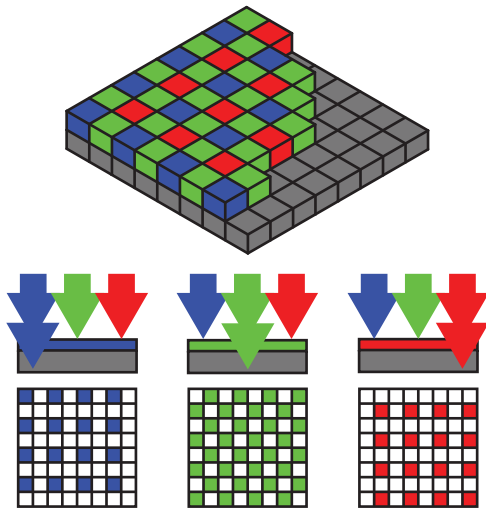

Bild 3.4
Eine Kamera besteht aus Millionen dieser Lichtsensoren. Normalerweise wird die Farbe in einem Kamerabild durch drei Werte dargestellt, nämlich rot (R), grün (G) und blau (B). Daher wird eine Kamera allgemein als RGB-Kamera bezeichnet. Die Sensoren auf der Sensoroberfläche sind nicht empfindlich für die Farbe des auf sie auftreffenden Lichts; sie sind nur für die Lichtintensität empfindlich. Für den Bau einer RGB-Kamera werden kleine Farbfilter auf der Sensoroberfläche angebracht, wobei jeder Filter nur rotes, grünes oder blaues Licht durchlässt (siehe Bild 3.4). Kameras sind die mächtigsten und komplexesten Sensoren, die Robotern zur Verfügung stehen. Ihre weite Verbreitung in Digitalkameras und Smartphones hat dazu geführt, dass RGB-Kameras sehr klein und billig geworden sind.